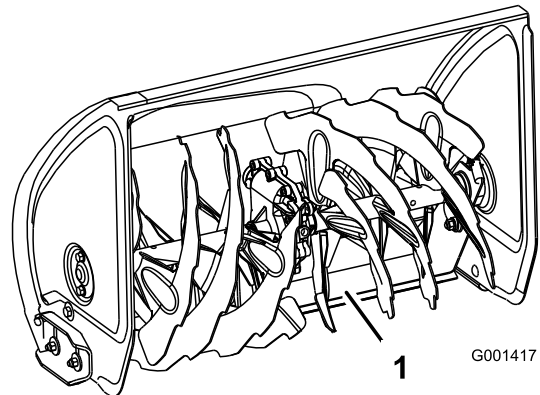

Figura 43
4. Empuje hacia abajo sobre las empuñaduras para permitir que el rascador pivotante se desplace hacia adelante, luego baje la parte delantera de la máquina hasta que el borde delantero del rascador pivotante toque el suelo (Figura 43).